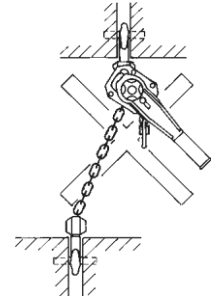

Fig. 4
- Evitare tiri inclinati olaterali (Fig. 4).